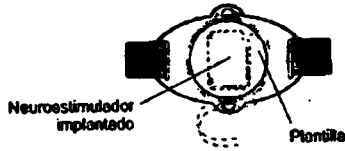

Figura 2.2 Coloque el cinturón o la hombrera sobre el neuroestimulador.
- Dependiendo de la posición del neuroestimulador implantado, es posible que necesite utilizar más de una plantilla (Figura 2.2) para asegurarse de que la antena se mantiene situada correctamente sobre el neuroestimulador.
2. Póngase el cinturón o la hombrera, con la plantilla o abertura centrada sobre el neuroestimulador (Figura 2.2) y asegúrelo en su posición. Cambie de posición la plantilla o abertura en caso necesario.